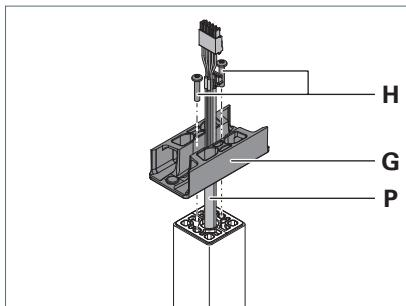

Fig. 5: Montare l'adattatore sul tubo verticale.
- ▶ Fare passare le linee **P** dal basso attraverso l'adattatore **G** e posizionare l'adattatore sul tubo verticale, vedere Fig. 5.